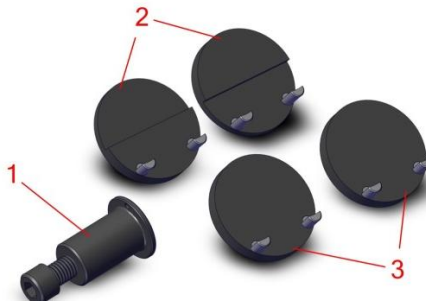

Figure 5.1.1
1. L'Appareil Électronique Universel de Mesure de la Résistance du Sable, Modèle 42104, est fourni avec les systèmes de fixation nécessaires à l'installation des accessoires permettant de mesurer la résistance à la compression et au cisaillement des sables de moulage. Ces systèmes de fixation sont illustrés dans la Figure 5.1.1.
4. Tournez délicatement la vis sur le support de mors ajustable (Figure 5.1.1, N°1) dans le sens horaire ou antihoraire pour déplacer les mors installés sur le bras de serrage mobile. Réglez la vis pour réduire l'écart éventuel entre les surfaces de l'éprouvette de sable et les surfaces des deux mors.